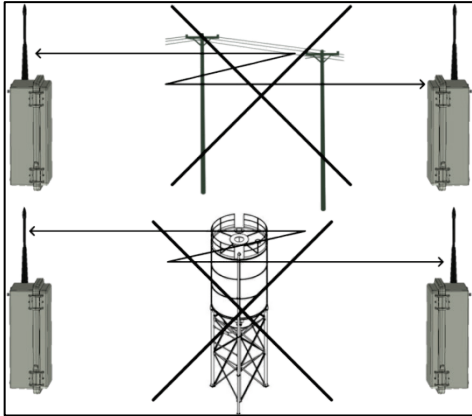
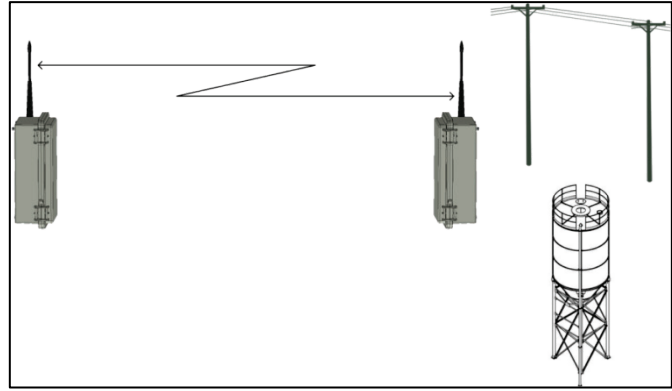

Figura 13: Obstáculos en el Camino
Figura 14: Camino Libre de Obstáculos
- Asegúrese de que no hay obstáculos de metal o líneas de alta tensión entre la RLINK Ones (Figura 13 y la Figura 14). Estos objetos crean interferencias electromagnéticas.